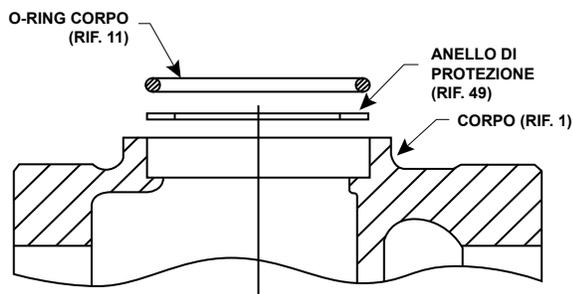

Figura 5. Immagine Ingrandita del Corpo Illustrando l'O-ring del Corpo e la Posizione dell'Anello di Protezione
2. Rimuovere ed ispezionare l'O-ring del corpo (Rif. 11) e l'anello di protezione (Rif. 49). Vedere Figura 5.
8. Inserire l'anello di protezione (Rif. 49) nel corpo (Rif. 1). Inserire poi l'O-ring del corpo (Rif. 11) nel corpo. Vedere Figura 5.